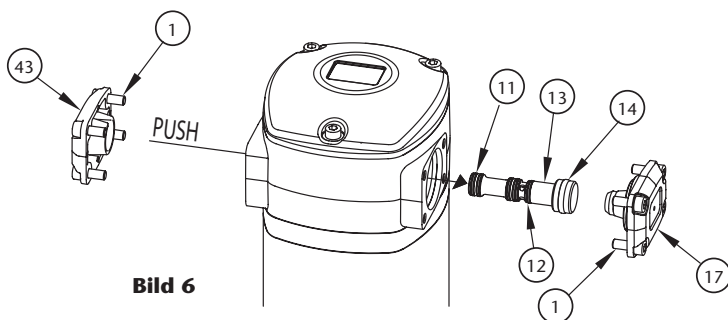

Bild 6
LUFTVERTEILER (BILD 6)
1. Lockern Sie die 4 Schrauben (1) der Abdeckung (17) ab, und entfernen Sie sie.
2. Lockern Sie die 4 Schrauben (1) der Abdeckung (43) ab, und entfernen Sie sie.
3. Mit Hilfe einer Plastikutensilie und leichten Stößen auf die Verteilerspule (13), entfernen Sie die Verteilerspule (Bild 6) auf der Seite mit dem kleinsten Durchmesser, durch den Motor.
4. Ersetzen Sie die Dichtungen der Verteilerspule (4x11), (12) und (14), oder ersetzen Sie die komplette Verteilerspule (13) mit ihren von Fabrik aus installierten Dichtungen (Kit 539505).